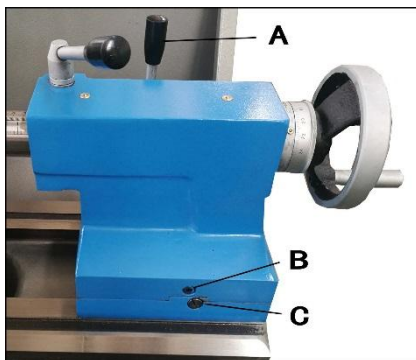

Fig 19
Zur Verstellung die Reitstock-Klemmschraube (A, Fig 19) lösen. Die Verstellechraube auf der Vorderseite herausdrehen (B) und auf der Rückseite entsprechend nachstellen. Die Stellschrauben und die Reitstock-Klemmschraube wieder festziehen.